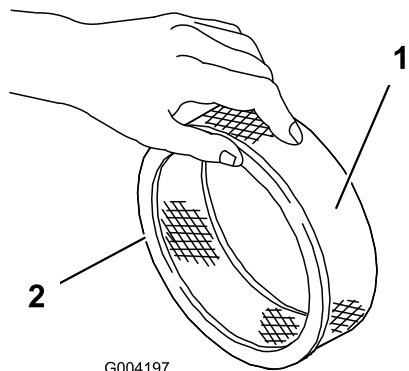

图 42
5. 检查纸质过滤器是否存在破裂、油性薄膜和橡胶封条损坏 (图 42)。
- 小心将泡沫预滤器滑到纸质过滤器上 图 42。